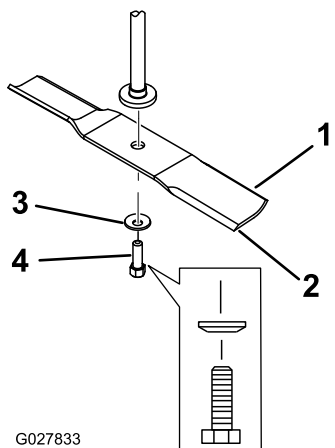

Figura 64
2. Îndepărtați urubul lamei, aiba curbată și lama de pe arborele axului (Figura 64).
1. Montați lama pe arborele axului (Figura 64).
2. Montați aiba curbată (cu partea în formă de cupă îndreptată către lamă) i urubul lamei (Figura 64).